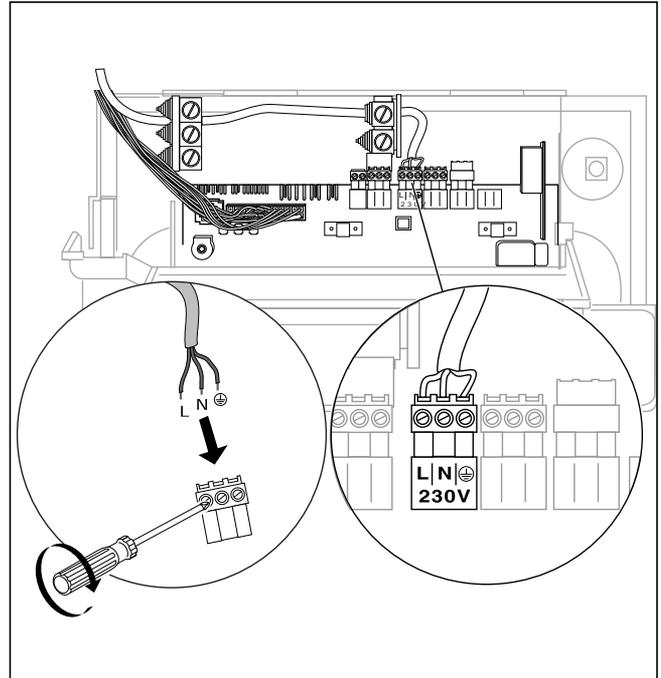

Abb. 4.4 Netzzuleitung anschließen
Die Vaillant Gaskessel sind mit Anschlusssteckern System Pro E zur leichteren Elektroinstallation ausgestattet und anschlussfertig verdrahtet. Die Netzzuleitung und alle weiteren Anschlusskabel (z. B. Heizungspumpe, usw.) können an den jeweils dafür vorgesehenen System Pro E Steckern angeklemt werden (siehe Abb. 4.4 und 4.5).
- Schließen Sie die Netzzuleitung am Pro E-Stecker (siehe Abb. 4.4 und 4.5) fest an.